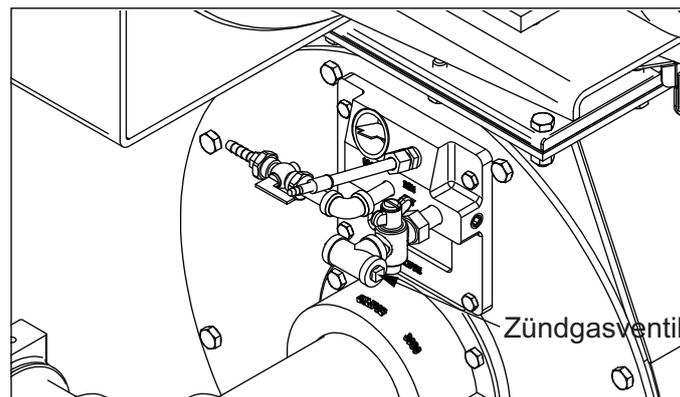

Abbildung 4.18. Einstellung des Zündgasventils
3. Drehen Sie die innere Schraube (Abb. 4.18) gegen den Uhrzeigersinn, um den Strom zu erhöhen, und im Uhrzeigersinn, um den Strom zu verringern, bis der Pilot für eine ordnungsgemäße Zündung und ein gleichmäßiges Flammensignal bei minimalem Zündgasstrom sorgt.